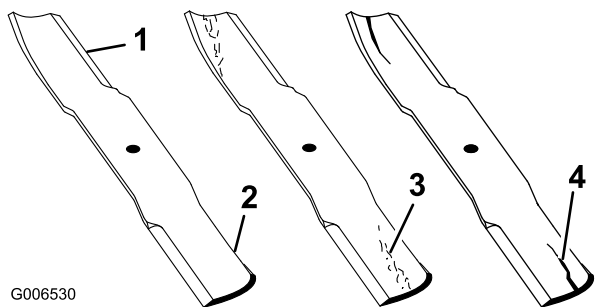

Figura 28
2. Verificate accuratamente i taglienti, con particolare attenzione ai punti d'incontro delle sezioni piatte e curva della lama (Figura 28). Sabbia e materiali abrasivi possono consumare il metallo che connette le sezioni piatte e curva della lama, per cui si consiglia di controllare la lama prima di usare la macchina. Se notate che la lama è consumata (Figura 28), sostituitedla; vedere Rimozione della lama.
Se continuate ad usare la lama usurata, si forma una scanalatura tra la costa e la sezione piatta della lama (Figura 28). Alla fine, un pezzo di lama può staccarsi e venire lanciato dal sottosocca, con il rischio di ferire gravemente voi o gli astanti.